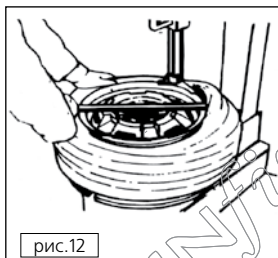

рис.12
4. Подцепите борт шины на монтажную головку с помощью монтажной лопатки и нажмите педаль 8 (на рис.1 – 8, на рис.2 – 2), чтобы привести стол во вращение по часовой стрелке. Дождитесь полного отделения борта (**рис.12**). Рекомендуется помещать монтажную головку примерно в 10 мм справа от воздушного клапана камеры (если таковая имеется), чтобы не повредить камеру.